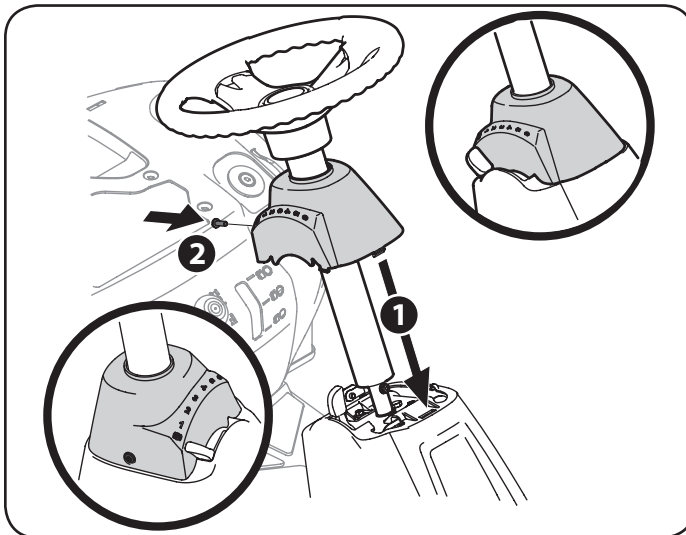

Figura 3
7. Deslice la tapa del pedestal sobre el tractor (1) y rótele ligeramente a la derecha para calzarla en su lugar. Sujete el pedestal con el tornillo (2) que extrajo antes. Vea la Figura 3.